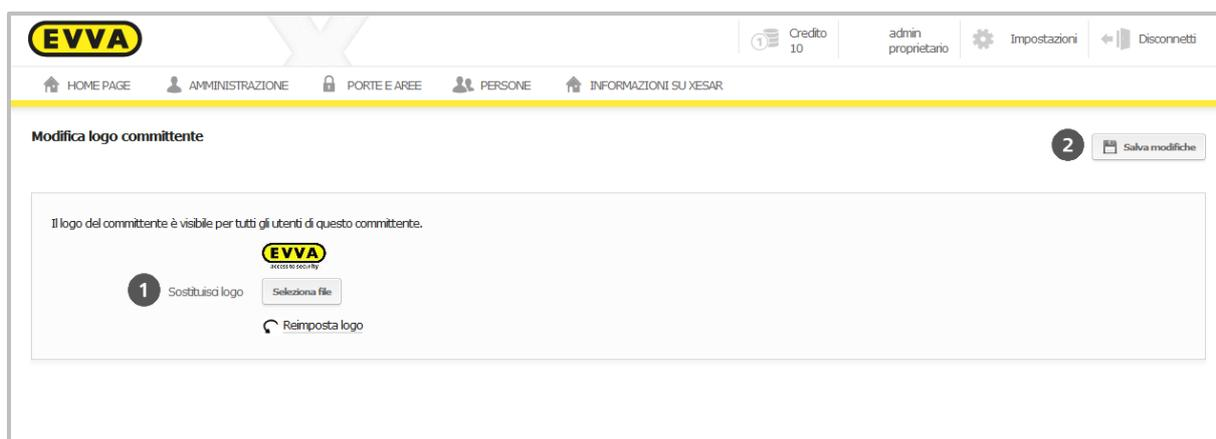

Figura 58: Modifica logo committente
- **Selezionare il file ❶** (Figura 58: Modifica logo committente).
- Fare clic su **Salva modifiche ❷** (Figura 58: Modifica logo committente).